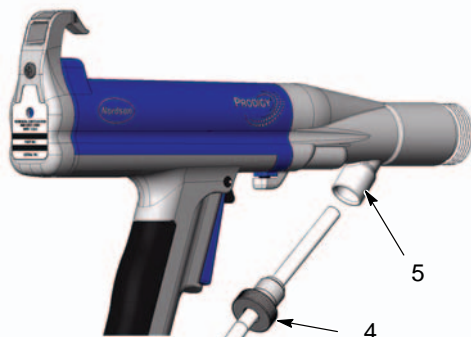

Figura 2 Desconexión del tubo de polvo
4. Ver la figura 2. desenroscar el botón de bloqueo (4) en el adaptador de la pistola (5) y extraer del tubo de polvo a través del adaptador de la pistola.
- Ver la figura 2. Enroscar el botón de bloqueo (4) en el extremo del tubo flexible de polvo.